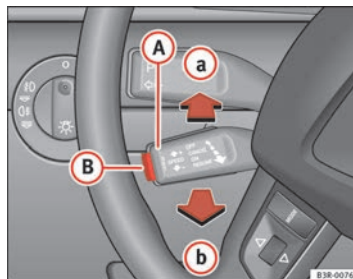

Fig. 152 Mandos del regulador de velocidad
- desplace la palanca **(A)** ⇒ página 190, fig. 152 hasta la posición **(a)** (sin encastrar).